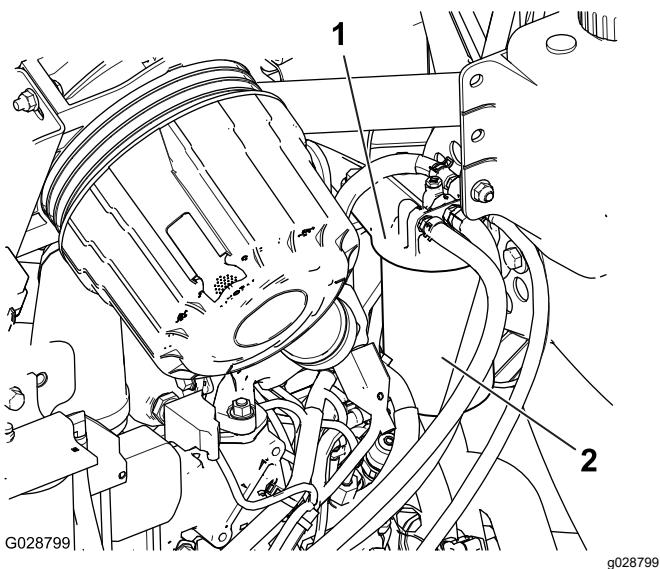

Figura 89
1. Limpie la zona alrededor de la cabeza del filtro de combustible (Figura 89).